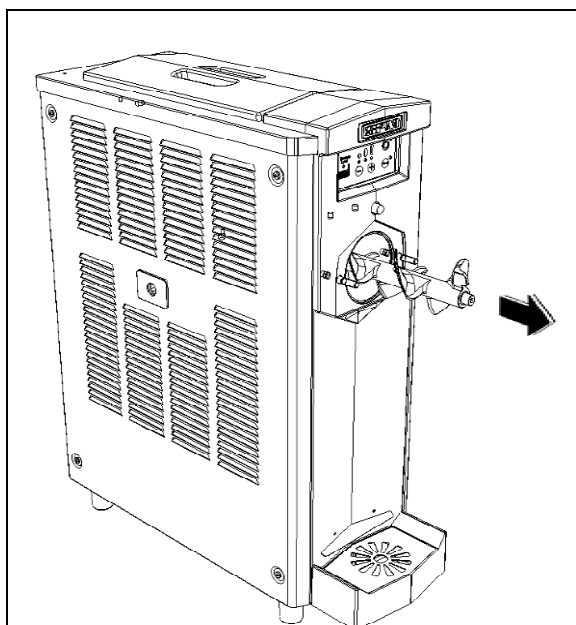

Fig. 11
- Extraire la spirale de mélange (fig.11).